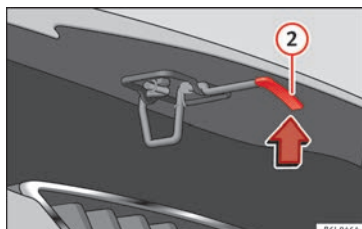

Bild 7 Spak under motorhuv
- Lyfta upp motorhuv: tryck frigöringsspärren på motorhuvens undersida uppåt »» bild 7 (2) Bromskroken på motorhuvens undersida lossas.